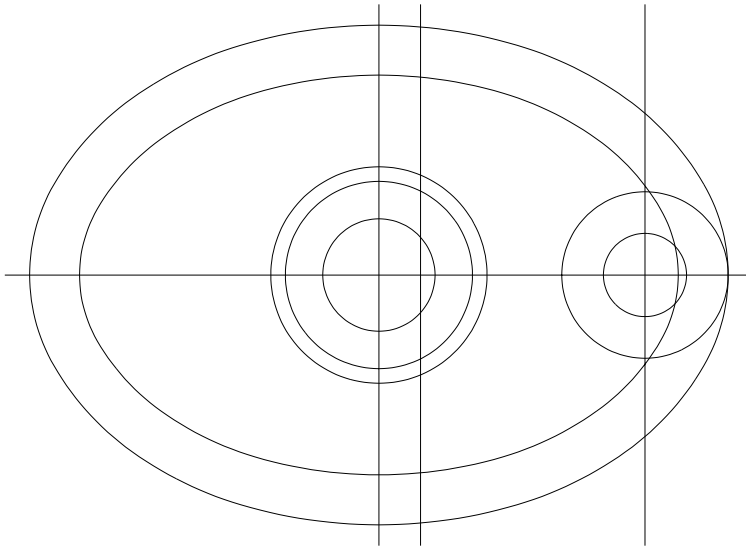

Fig. 3.14
4. Din analiza piesei rezultă că se poate desena doar o jumătate a flanșei (partea din dreapta), cealaltă parte obținându-se prin *ogîndirea* față de axa verticală, a părții desenate. În continuare, se vor trasa cele cinci cercuri conform fig. 3.14.